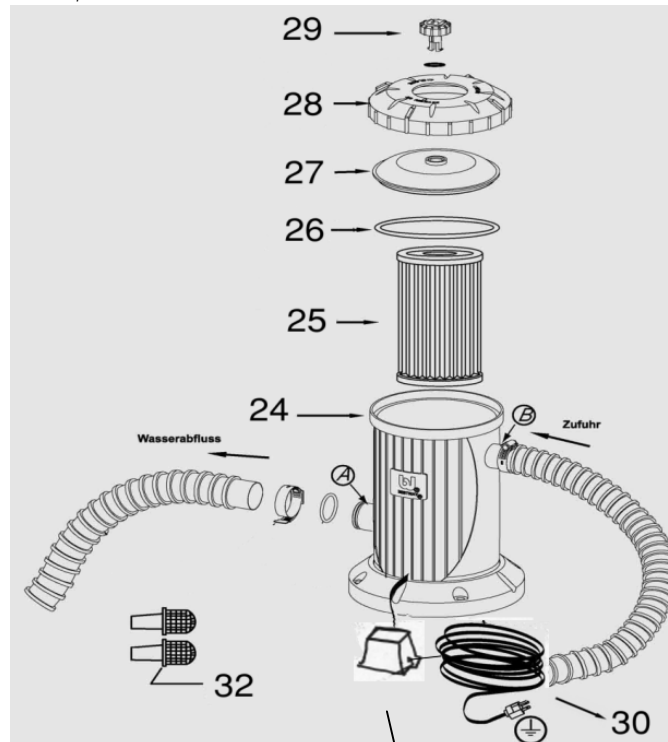

Abb. 25 42
2. Prüfung der inneren Komponenten der Filteranlage (Abb. 25)